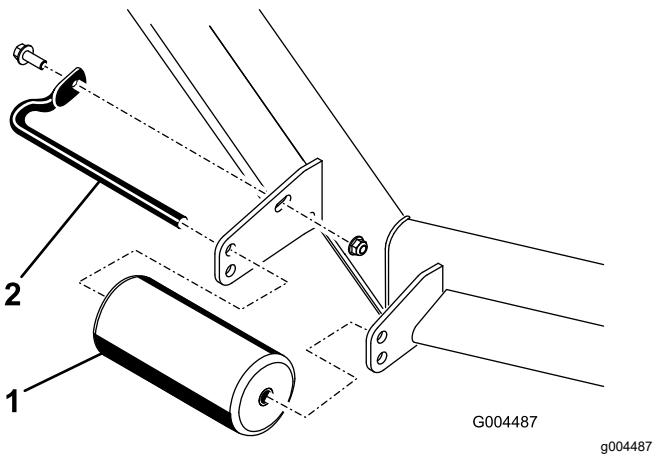

图10
- A. 拆下将滚筒轴固定在滚刀组支架上的螺丝和螺母图10。